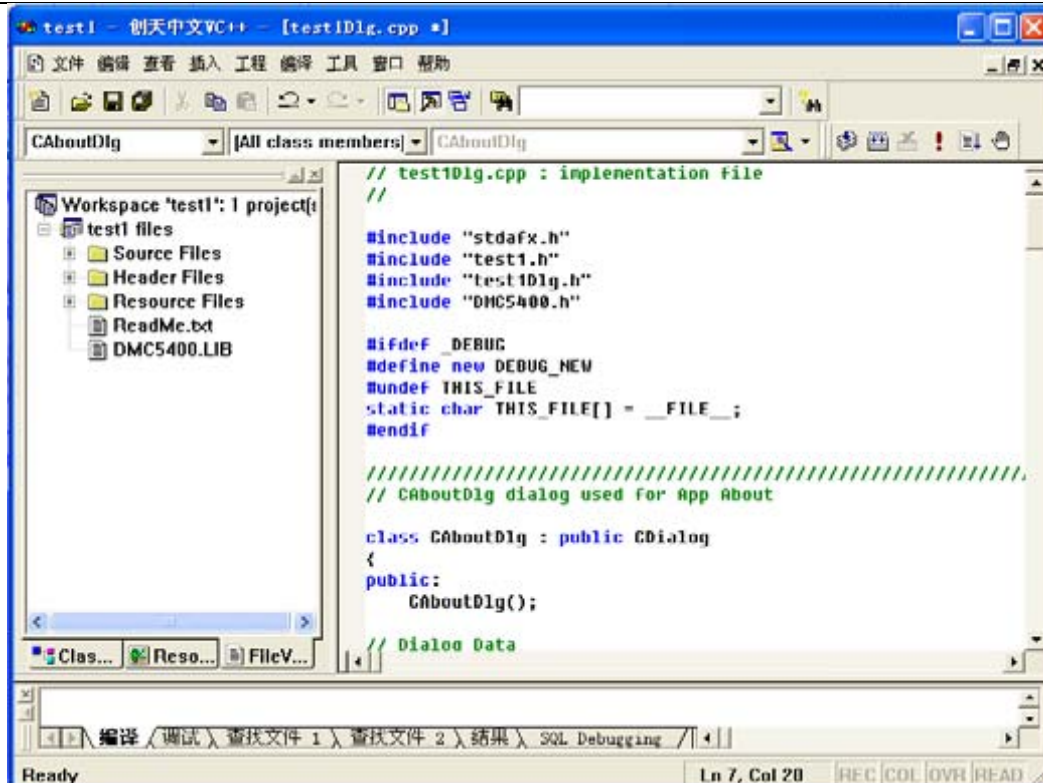

图 7-9 程序增加头文件
(8) 在相应的目录下找到 DMC5400.h 和 DMC5400.lib 文件，拷贝到 E:\test1 目录；
(9) 选择“工程”->“添加工程”->“文件”，选中 DMC5400.lib 文件加入到工程中；
(10) 打开 test1.cpp 文件，在程序开始部分添加相应语句：`#include "DMC5400.h"`，如图 7-9 所示：